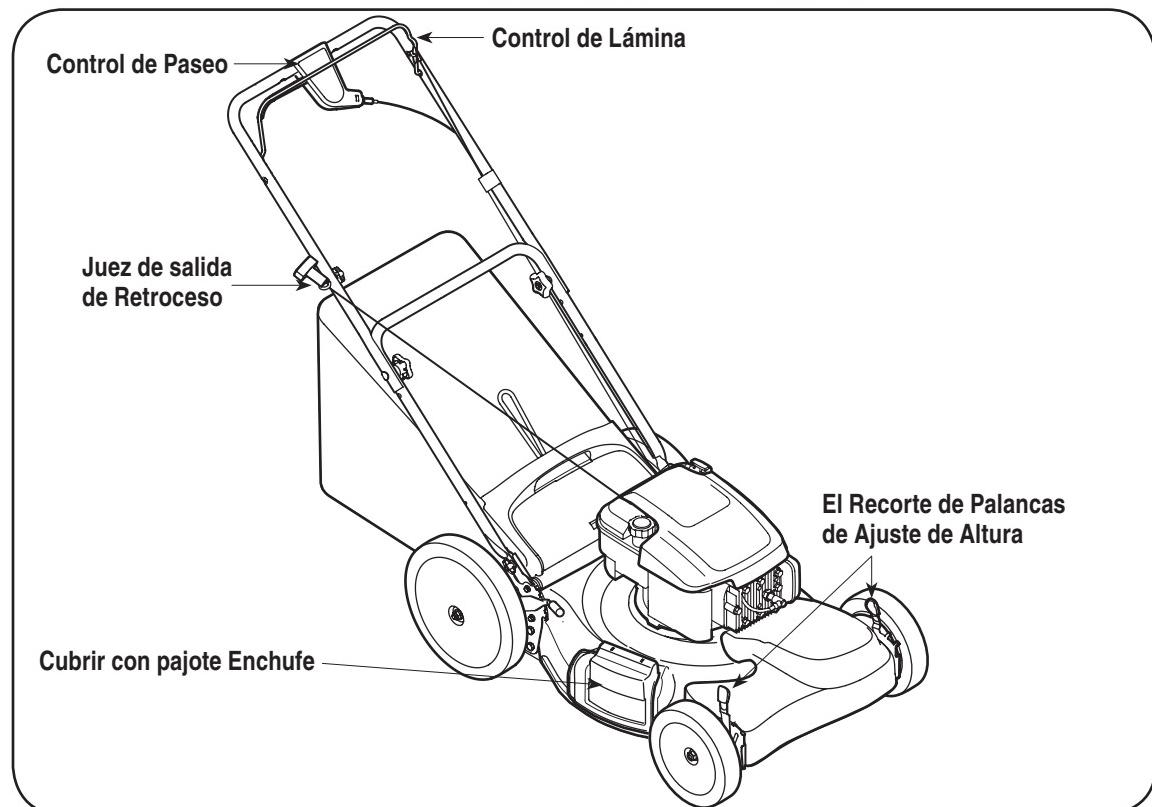

Figura 4-1
El control de transmisión se encuentra ubicado por debajo de la manija superior y se utiliza para enganchar la transmisión. Apriételo contra la manija superior para enganchar la transmisión, libérelo para disminuir la velocidad o detener la podadora. Vea la Figura 4-1.
1. Verifique el nivel del aceite y agregue más de ser necesario. Siga las instrucciones del manual del motor. Vea la ubicación del tapón de llenado de aceite en la figura 4-1.
2. Realice el servicio del motor con gasolina como se indica en el manual del motor. Vea la ubicación del tapón de llenado de combustible en la figura 4-1.